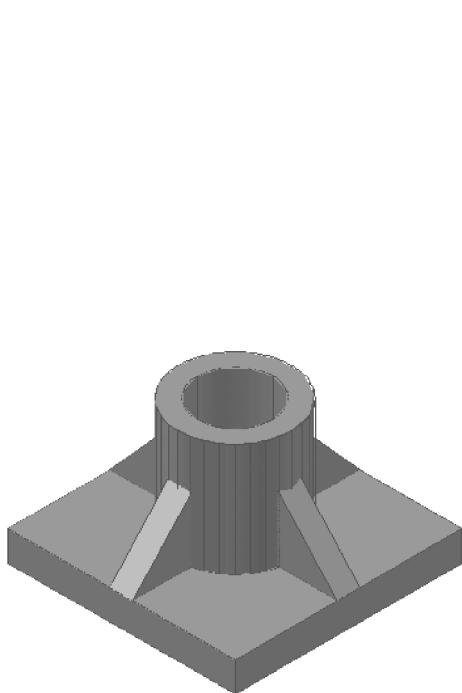
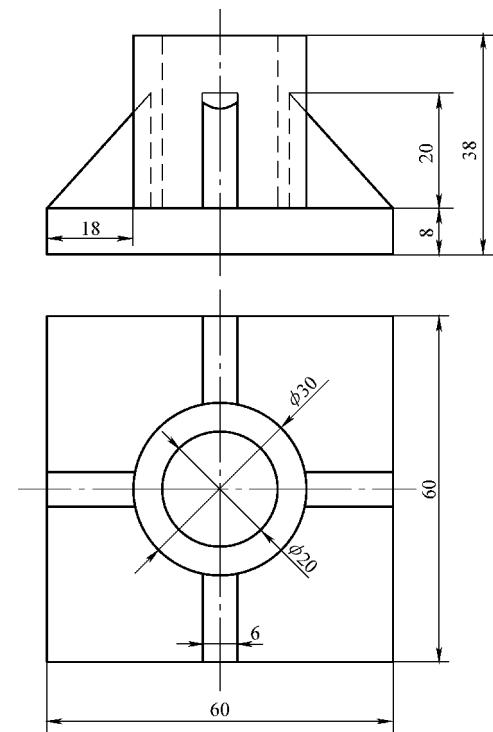

图 13-26 支撑座模型
图 13-27 支撑座视图
1. 绘制如图 13-26 所示支撑座模型，具体尺寸参见图 13-27。